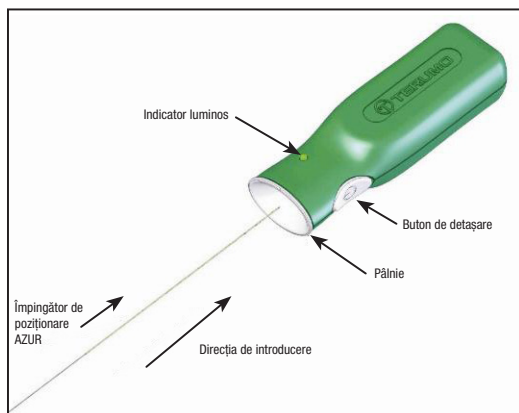

Figura 2 – Controler de detașare AZUR
- Înainte de utilizarea dispozitivului, îndepărtați capătul proximal al împingătorului de poziționare din bucla de ambalare. Aveți grijă să evitați contaminarea acestui capăt al împingătorului de poziționare cu substanțe străine, cum ar fi sângele sau substanțele de contrast. Introduceți ferm capătul proximal al împingătorului de poziționare în secțiunea de pâlnie a controlerului de detașare AZUR. Consultați Figura 2. **Nu apăsați butonul de detașare în acest moment.**
36. Conectați capătul proximal al împingătorului de poziționare la controlerul de detașare AZUR prin introducerea fermă a capătului proximal al împingătorului de poziționare în secțiunea de palmă a controlerului de detașare AZUR. Consultați Figura 2.